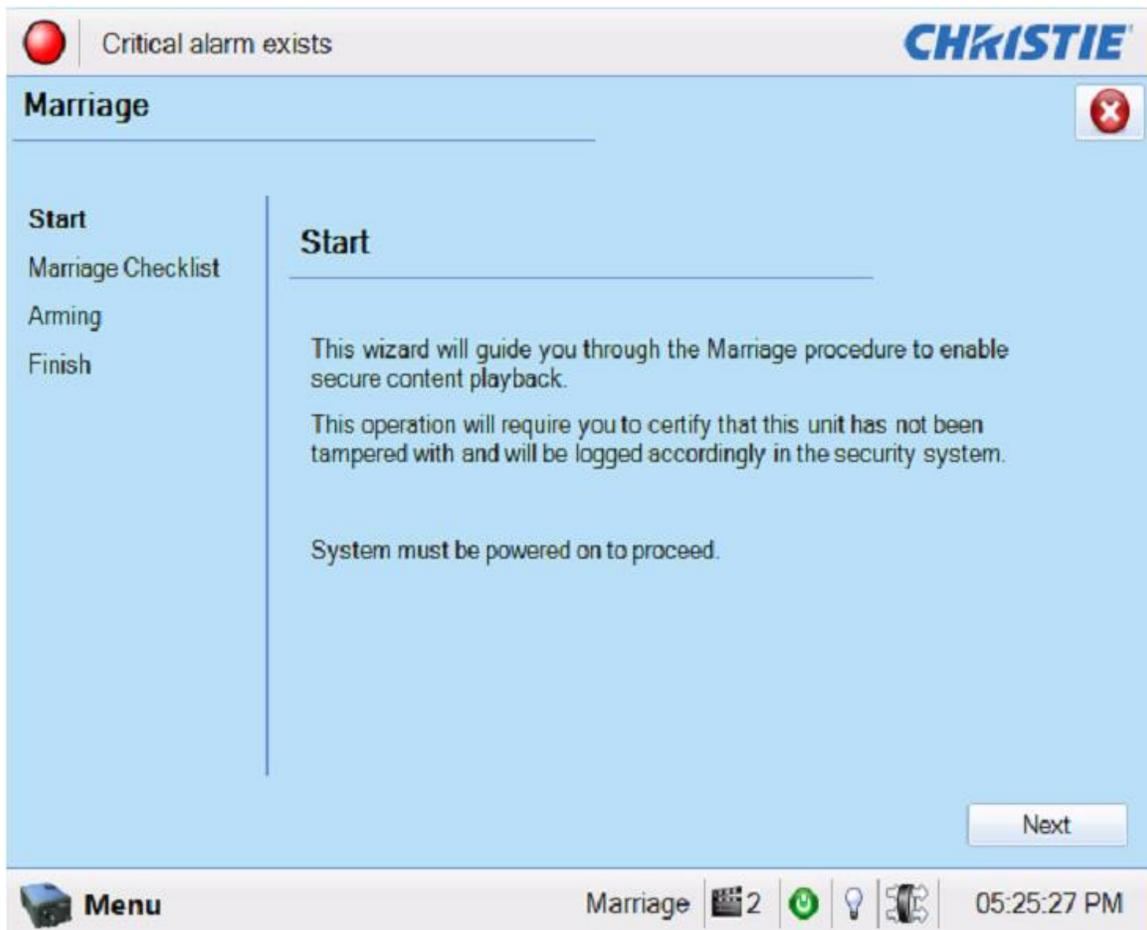

Figura 24: Tela Start da janela Marriage
- Certifique-se de que o sistema esteja no modo Full Power para prosseguir, ou seja, ligado, mas com a lâmpada desligada. Clique no botão Next para prosseguir para a janela Marriage Checklist (Figura 24).